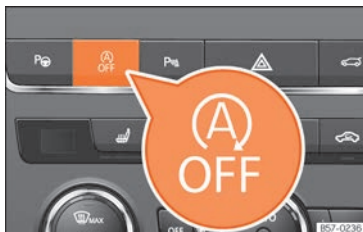

Abb. 159 Mittelkonsole: Taste des Start-Stopp-Systems.
- Um das Start-Stopp-System manuell aus-/einzuschalten, drücken Sie die Taste **»» Abb. 159.**